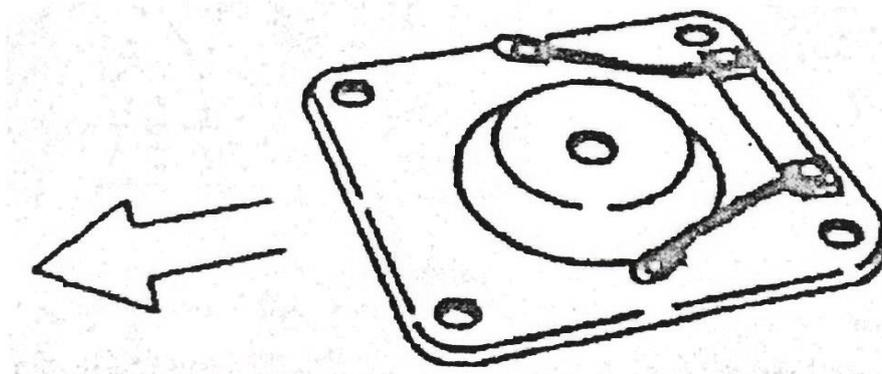

Рисунок 13 – Направление подъема мачты и расположение опорной плиты
- размотать измерительный канат и положить петлю в начале веревки на центральный кол для крепления опорной плиты (см. рисунок 13);